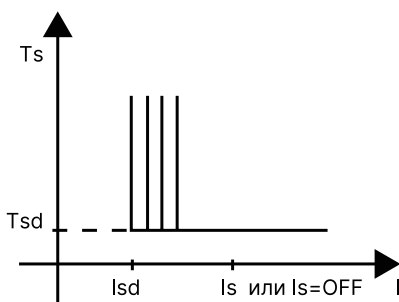

Рисунок 1
- 1 Когда $I_{sd} < I_s$ или $I_s = \text{OFF}$ микропроцессорный блок (расцепитель) работает с независимой выдержкой времени (рис. 1).